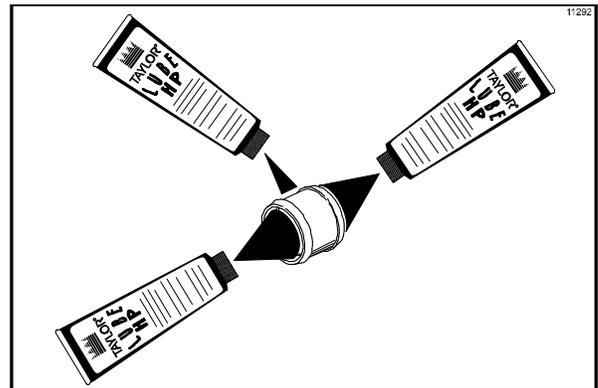

Figura 116
6. Lubrique el diámetro exterior del sello del eje del rotor. Llene con lubricante las cavidades en ambos extremos del sello. (Vea la figura 116).